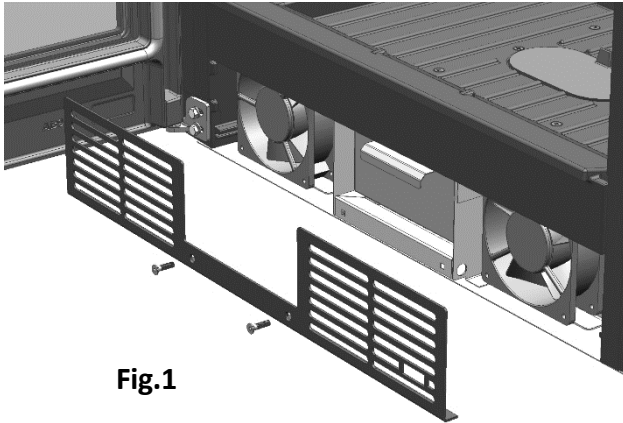

Fig.1
1. Soltar la rejilla frontal aflojando los tornillos que lo sujetan (Fig.1).